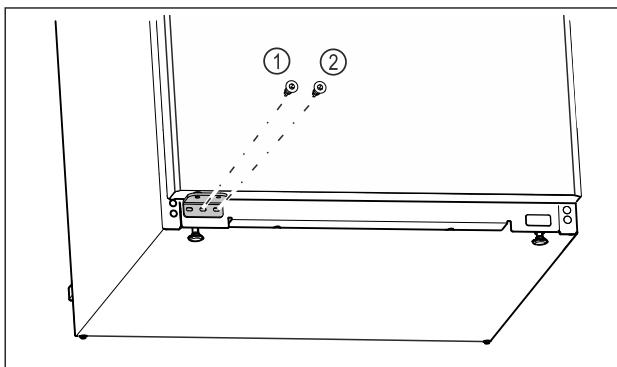

Fig. 22
- Vidurinį atraminęs gembės Fig. 22 (1) varžtą prisukite atsuktuvu Tork 20.
► Vidinį atraminęs gembės Fig. 22 (2) varžtą prisukite atsuktuvu Tork 20.